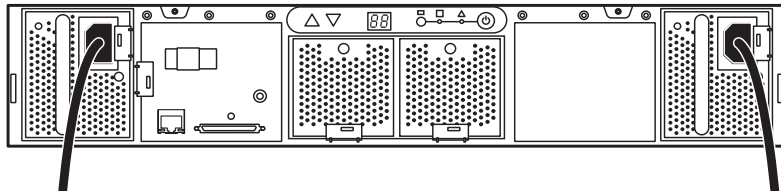

Figure 14 Connexion des alimentations de la baie de stockage à une prise CA
6. Connectez la fiche d'entrée CA de chaque alimentation de baie de stockage à une prise d'alimentation CA à l'aide du ou des câble(s) fourni(s) (Figure 14).